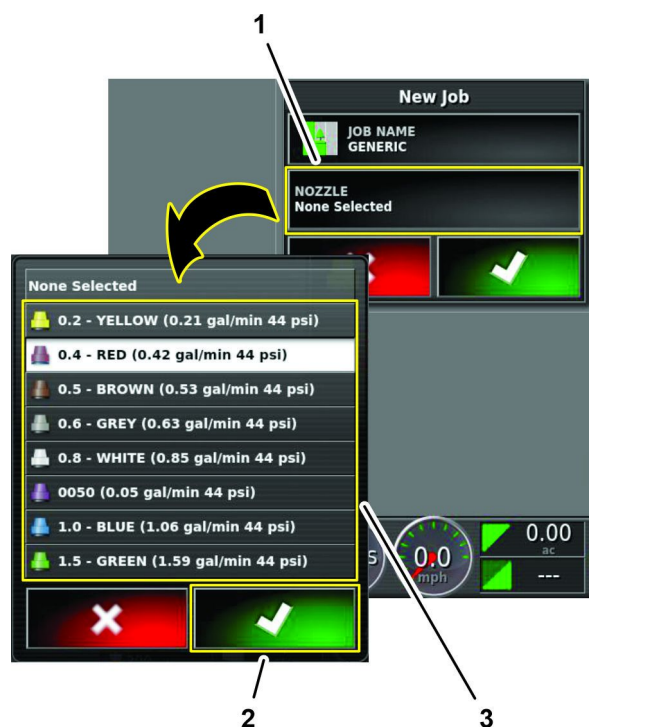

Рисунок 200
4. В списке выбора сопел нажмите любой значок сопла и значок подтверждения (Рисунок 200).